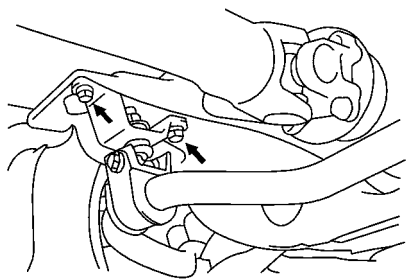

图 13-5 拆下稳定杆托架旋下四个螺栓
(1) 拆下发动机下罩。
(2) 拆下稳定杆托架。旋下四个螺栓, 如图 13-5 所示。